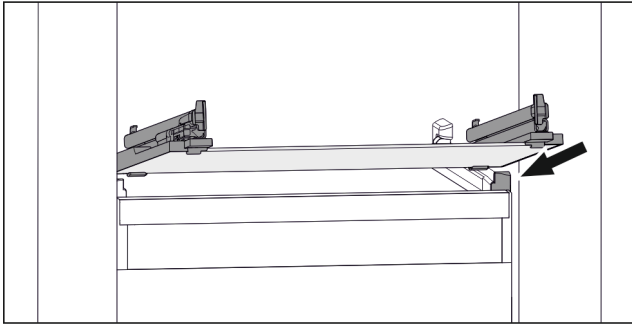

Fig. 81 Beispielhafte Darstellung der Glasplatte
- ▶ Glasplatte schräg hinter den Stopperrn aufsetzen. (siehe Fig. 81)